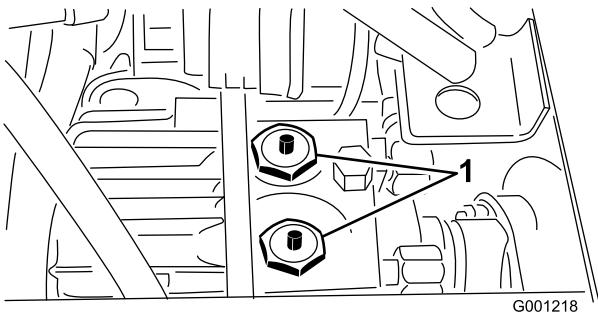

図 32
2. トランスマッision上部にある2つのチェックバルブ・アセンブリ(図 32)の中心にあるピンを押しながら牽引する。図 32 は運転席をプレートごと外した状態の写真である。